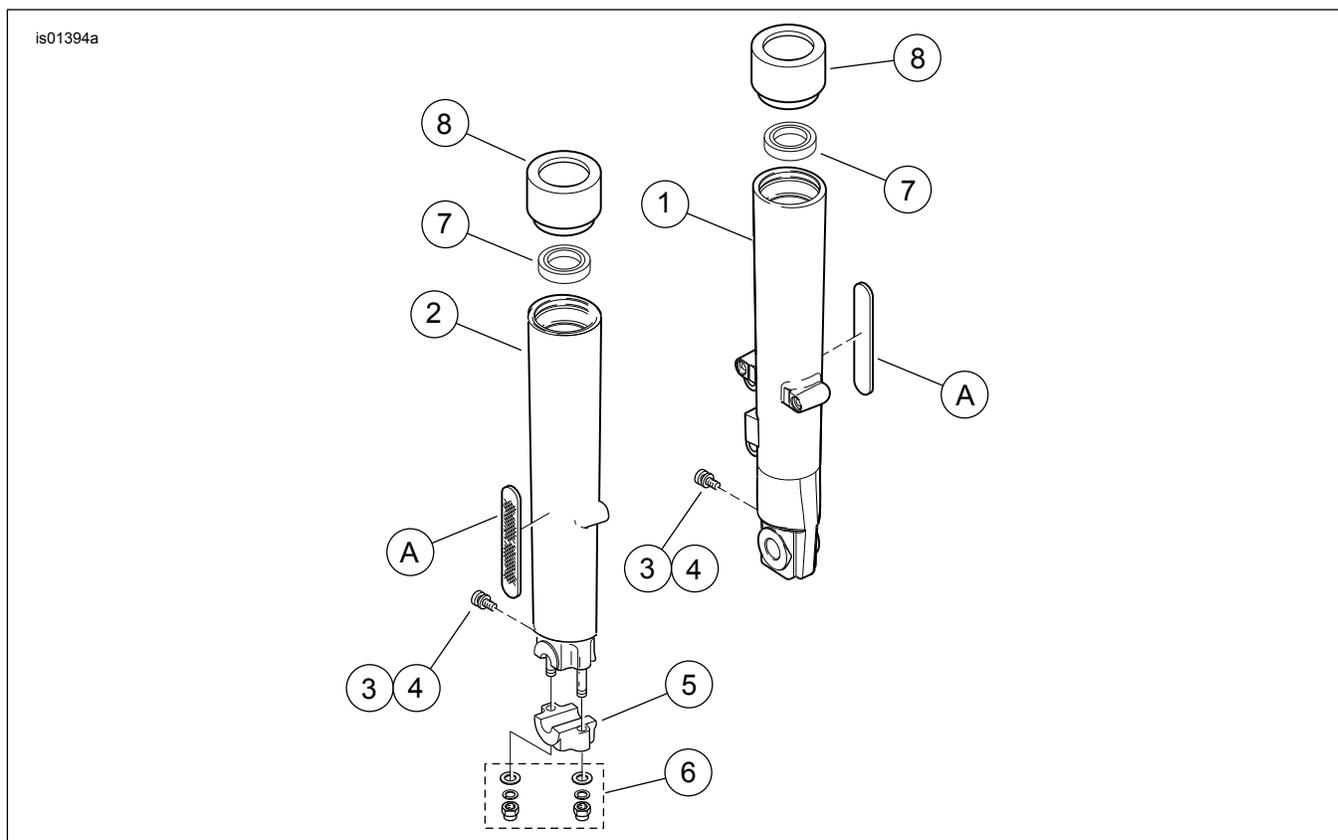

Figure 3. Pièces détachées : fourreaux de fourche chromés
Voir la Figure 3 et le Tableau 1.
3. Démonter les tubes de fourche avant selon les instructions du Manuel d'entretien et remplacer les fourreaux de fourche d'origine par les fourreaux chromés (voir la Figure 3, éléments 1 et 2) du kit.
4. Assembler les tubes de fourche avant en remplaçant les joints, les bagues ou autres articles usés selon les besoins. Deux **nouveaux** joints d'huile de fourreau (7) sont inclus dans le kit.
10. À l'aide d'un morceau de fil dentaire (ou substance similaire), faire un va-et-vient pour détacher le réflecteur (Figure 3, A) du fourreau de fourche aux deux extrémités. Faire tourner le réflecteur d'un côté à l'autre pour pouvoir le retirer du fourreau de fourche. Conserver le réflecteur pour l'installer sur le **nouveau** fourreau. Répéter la procédure pour le fourreau de fourche du côté opposé.